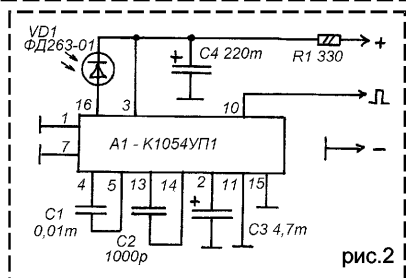
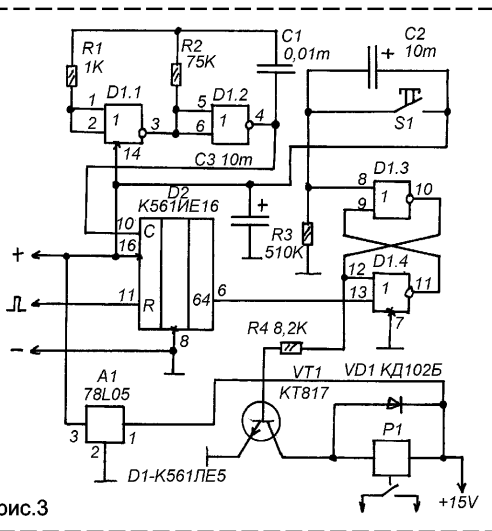

рис.2
рис.3
Светоимпульсы от излучателя поступают на фотоприемник (рис.2), и на его выходе появляются короткие положительные импульсы, следующие с частотой 5 Гц (Л.1). Дальность действия получается до 50 м.
Теперь о схеме охранного устройства (рис.3). Принцип действия таков: на счетный вход счетчика D2 поступают импульсы частотой около 270 Гц от мультивибратора на элементах D1.1 и D1.2. В результате, через каждые 0,237 секунды, с момента обнуления счетчика, на его выходе "64" появляется логическая единица. В то же время, на вход обнуления (R) счетчика поступают импульсы с выхода фотоприемника (вывод 10 А1, рис.2).
В схеме охранного устройства (рис.3) можно использовать любые микросхемы МОП или КМОП, например, серий K176, K561, K1561. Счетчик K561IE16 можно заменить любым другим двоичным счетчиком этих серий, с выходом с весовым коэффициентом "64". Это может быть ...IE16, ...IE20, можно использовать микросхему K561IE10, включив оба её счетчика последовательно. В крайнем случае, можно взять и счетчик с меньшим коэффициентом пересчета, например, K176IE1 (старший выход - "32"), но это потребует снижения частоты мультивибратора на элементах D1.1-D1.2 до 120-140 Гц.
Структурная схема компенсационного стабилизатора напряжения показана на рисунке 1. Последовательно с нагрузкой включен регулирующий элемент "РЭ", сопротивление которого изменяется под действием управляющего напряжения "УУ". По схеме, регулирующий элемент (рис. 2), большей частью, очень похож на схему транзисторного эмиттерного повторителя, применяющегося в параметрических стабилизаторах (см. прошлое занятие).
В зависимости от максимального тока нагрузки отличается и схема регулирующего элемента (рис. 2). Для малых выходных токов это может быть один транзистор малой, средней мощности, для более значительных токов схема регулирующего элемента может быть выполнена по схеме составного транзистора на двух или трех транзисторах. В этом случае, один, наиболее мощный транзистор, выполняет регулирующий элемент, а дополнительные служат для увеличения коэффициента усиления по току сигнала управления.